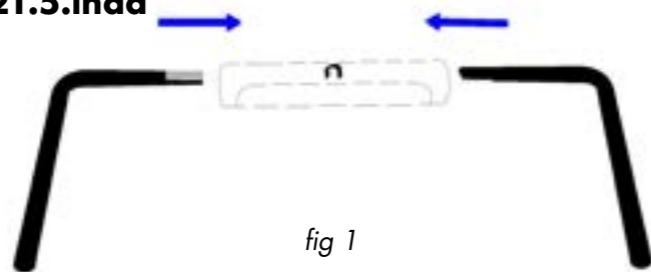

fig 1
Étape 3 : Placez les tiges métalliques dans les embouchures de la poignée levante. Leurs formes sont faites pour s'emboîter parfaitement : vérifiez bien qu'elles sont dans le bon sens. Les parties percées des tiges vont dans le barbecue. (fig 1)